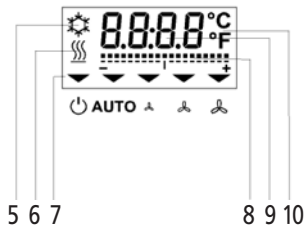

Рис. 23
На дисплее (4) (рис. 23) отображаются следующие режимы работы прибора:
- (5) Охлаждение
- (6) Обогрев
- (7) Отображение режима работы и скорости вентиляторов
- (8) Отображение поправки для уставки температуры (в диапазоне +/- 5 К)
- (9) Отображение фактической температуры, регистрируемой датчиком с отрицательным температурным коэффициентом
- (10) Отображение системы измерения (заводская уставка – метрическая система измерения)